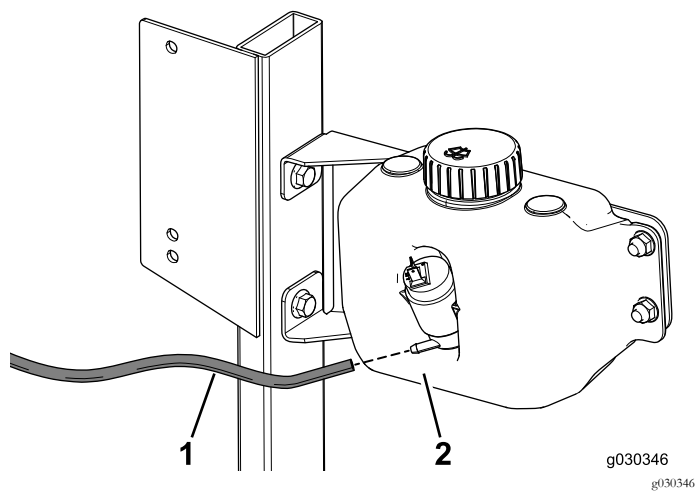

Figure 36
1. Branchez une extrémité du flexible au réservoir de lave-glace (Figure 36).